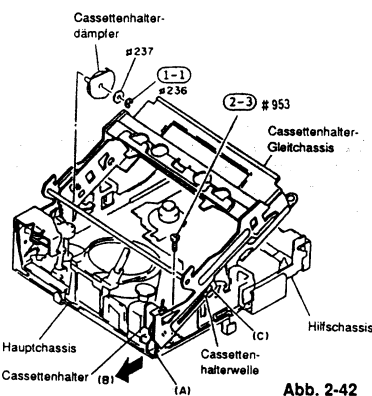

Abb. 2-42
- Einen (1) E-Ring entfernen, mit dem der Cassettenhalterdämpfer befestigt ist (siehe Abb. 2-42).
- Eine (1) Befestigungsschraube des Cassettenhalters entfernen (siehe Abb. 2-42).
- Den Eingriffsabschnitt (A) des Halters von dem Hauptchassis entfernen (siehe Abb. 2-42). Die Cassettenhalterwelle kommt zu Abschnitt (C) der Cassettenhalter-Gleitnut. Das Cassettenhalter-Gleichchassis hineindrücken, um die Cassettenhalterwelle von dem Cassettenhalter und dem Hilfschassis freizugeben.